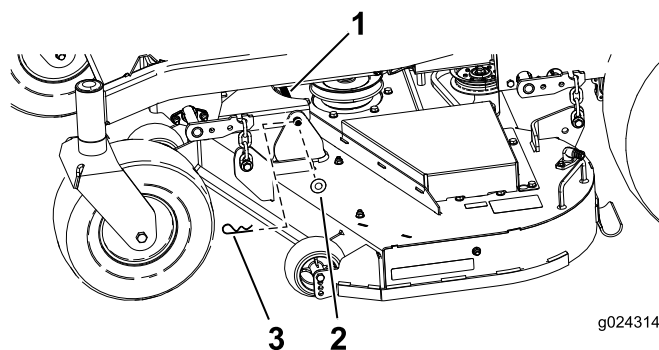

Figura 66
1. Retire la chaveta y la arandela que sujetan el pasador de enganche al bastidor y a la carcasa; retire el pasador de enganche (Figura 66).
9. Sujete el perno de enganche con las chavetas y las arandelas que retiró anteriormente (Figura 66).